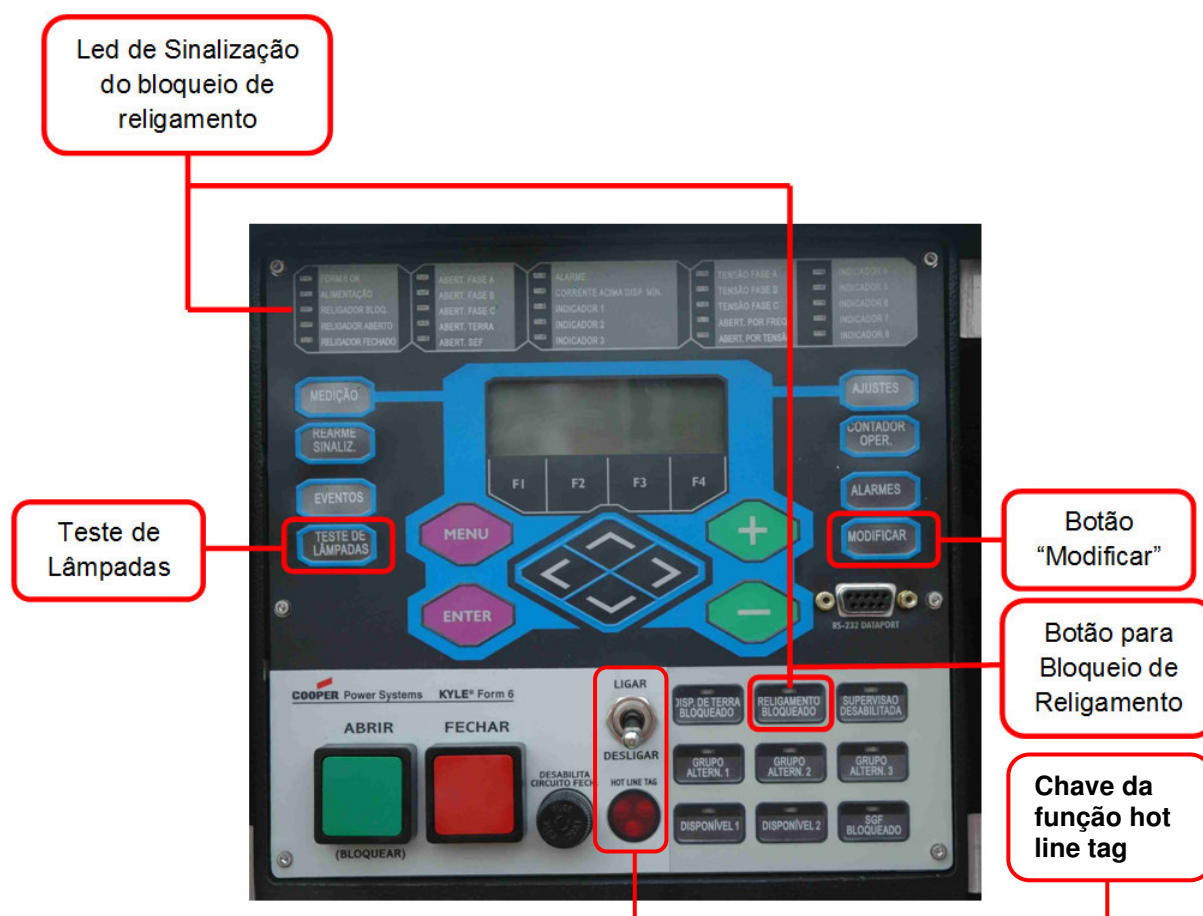

Figura 8 – Religador com controle F6.
4.8.1. Bloqueio de Religamento (Vide Figura 8)
4.8.2. Desbloqueio de Religamento (Vide Figura 8)
F6 – vide Figura 8.